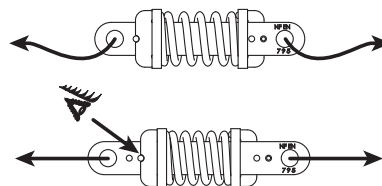

Fig. 35
- 3) Si la línea está equipada con un indicador de tensión, tensar hasta que los dos agujeros del indicador se encuentren uno frente al otro (ver la Fig. 35). En cuanto se obtenga la alineación de los agujeros, interrumpir la maniobra puesto que una sobretensión ocasionaría el funcionamiento del amortiguador, que habría entonces que reemplazar.